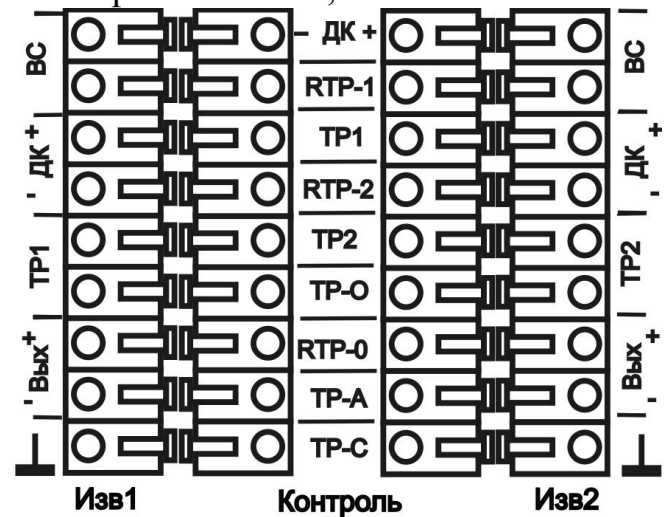
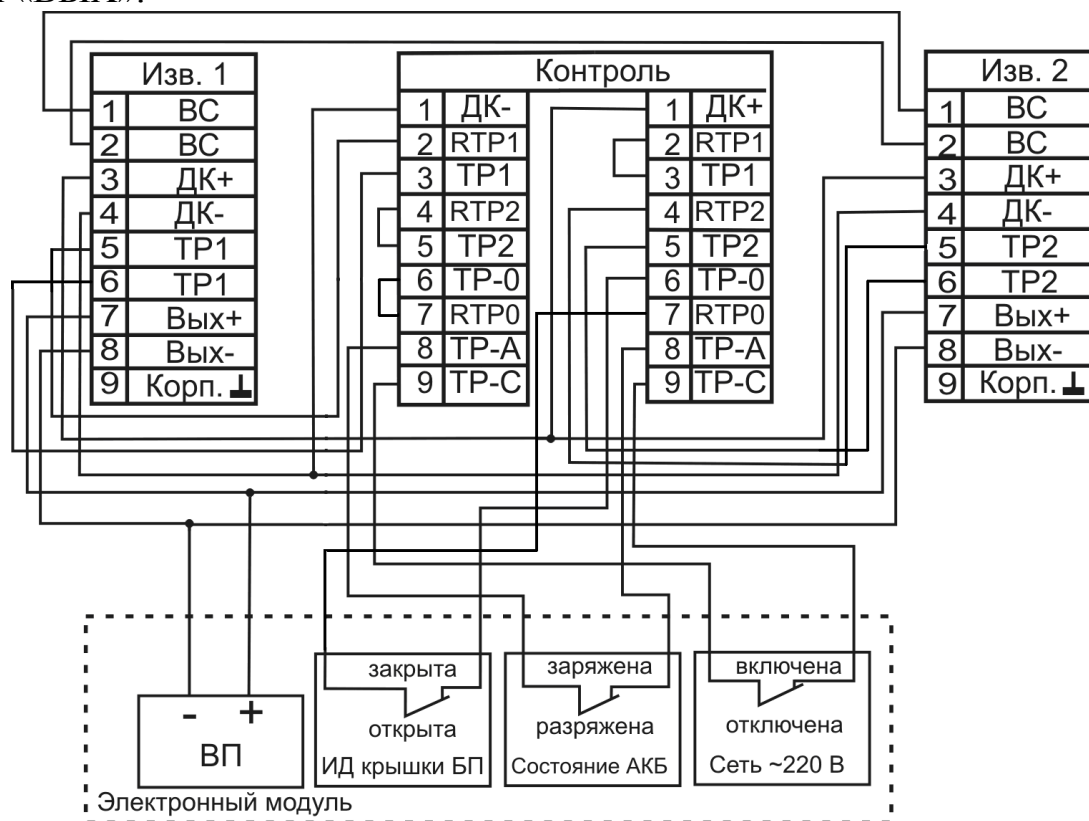

Рис. 4.3
Рис. 4.4
4.22 При пропадании или выключении сетевого напряжения гаснет индикатор «сеть» и размыкаются «сухие» контакты соответствующего реле «ТР-С» (Рис. 4.4).
5.6 Пропустить кабели связи с блоками приемными (БПРМ) (смежных извещателей) внутрь БП через соответствующие вводы, закрепить их с помощью гаек ввода и подключить проводники к группам зажимов «Изв. 1» и «Изв. 2» в соответствии с назначением (см. рис.4.3), функциональная схема БП приведена на рис. 4.4.